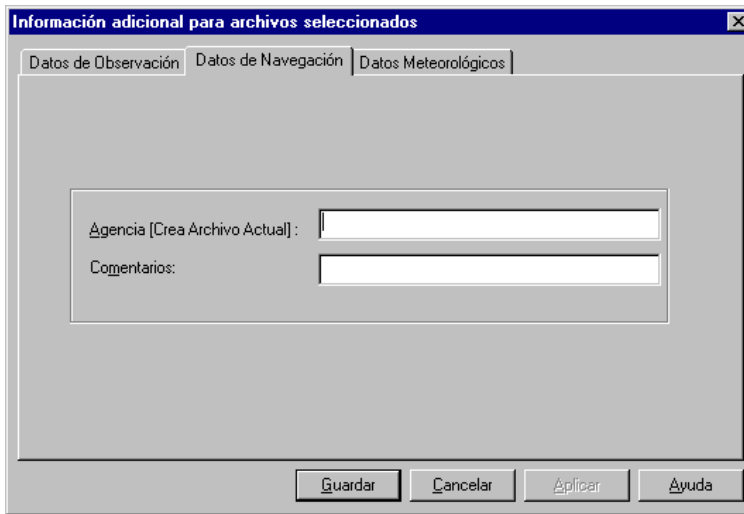

Figura B.11. Cuadro de Diálogo Información Adicional Para Archivos Seleccionados - Etiqueta NAV
11. Haga click en **Aplicar** para guardar los cambios hechos en la etiqueta **OBS**, y haga click en **Nav** para ir a la etiqueta **Nav** (Figura B.11).